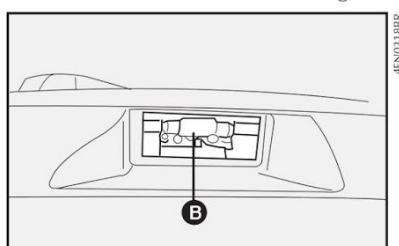

fig. 48
2) retirar a lâmpada **B-fig. 48** e substituí-la.